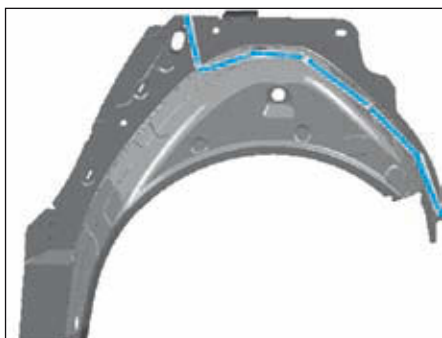

FIG. 130
- Préparer les zones d'accostage et couper la nouvelle pièce en prévoyant 10 mm supplémentaire pour le chevauchement (Fig.130).